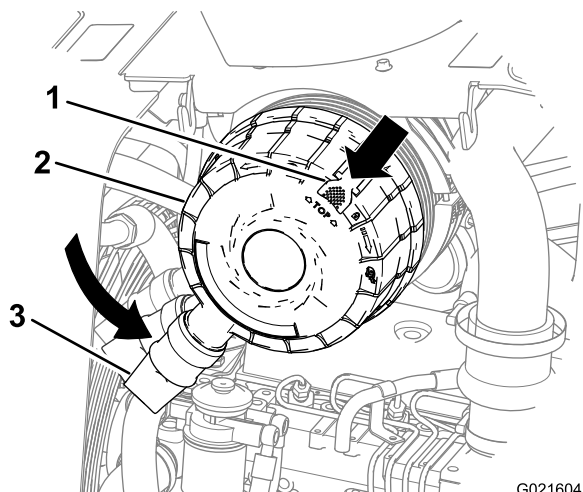

Figura 49
3. Gire la tapa del limpiador en el sentido contrario a las agujas del reloj de modo que el tapón guardapolvo se sitúe a las 7 en punto (Figura 49).